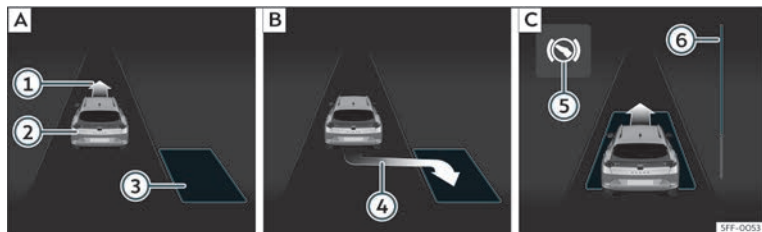
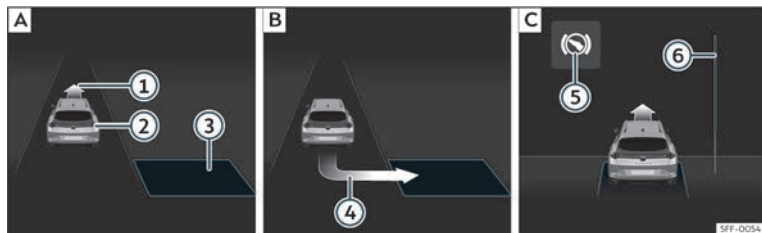

Fig. 172 Sul display del quadro strumenti: Parcheggiare in linea. **[A]** Cercare uno spazio di parcheggio. **[B]** Posizione di parcheggio. **[C]** Manovrare.
Fig. 173 Sul display del quadro strumenti: parcheggiare a pettine. **[A]** Cercare uno spazio di parcheggio. **[B]** Posizione di parcheggio. **[C]** Manovrare.
» **fig. 172 [B]** o » **fig. 173 [B]**. Lo spazio sarà stato considerato "idoneo" se nel display del quadro strumento compare l'indicazione di parcheggio ④.
- Retrocedere finché non si sentirà il segnale continuo del ParkPilot; **OPPURE:** spostarsi in retromarcia finché nel display del quadro strumenti non comparirà l'indicazione di spostarsi con la marcia in avanti >>> **fig. 172 [C] o >>> fig. 173 [C]; OPPURE:** finché nel display del quadro strumenti non comparirà il messaggio **Park Assist terminato**. La barra di avanzamento **ⓐ** indica la distanza che si deve percorrere >>> pag. 280.
avanti e in retromarcia fino a posizionarlo al centro dello spazio di parcheggio >>> **fig. 172 [C] o >>> fig. 173 [C].**
La barra di avanzamento >>> **fig. 172 ⓐ** e >>> **fig. 173 ⓐ** mostra simbolicamente nel display del quadro strumenti la distanza relativa ancora da percorrere. Maggiore è la distanza, maggiore sarà il riempimento della barra di avanzamento. Circolando con la marcia in avanti, il contenuto della barra di avanzamento diminuisce verso l'alto, e circolando in retromarcia, diminuisce verso il basso.